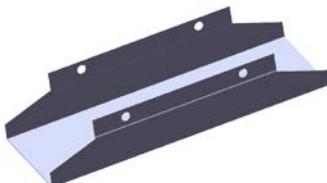
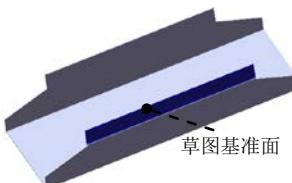

图 11.2.25 切除一拉伸 2
图 11.2.26 草图基准面
Step9. 创建图 11.2.25 所示的切除一拉伸 2。
(1) 选择命令。选择下拉菜单 **插入(I)** → **切除(C)** → **拉伸(E)...** 命令。
(2) 定义特征的横断面草图。
① 定义草图基准面。选取图 11.2.26 所示的表面作为草图基准面。